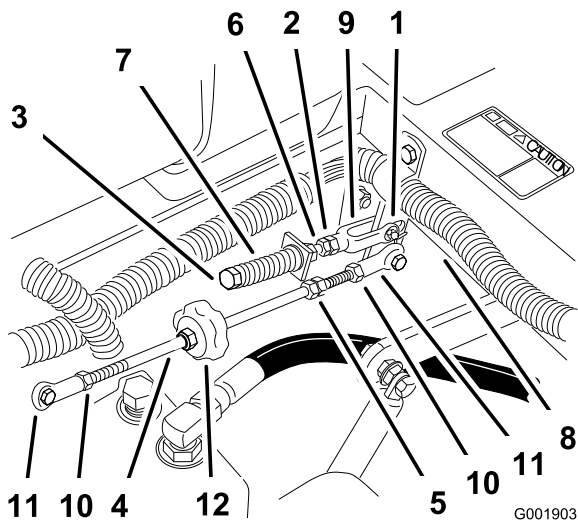

Figura 73
8. Si es necesario un ajuste, afloje la tuerca y la contratuerca contra la horquilla (Figura 73).
9. Aplique una ligera presión hacia atrás en la palanca de control de movimiento, gire la cabeza del perno de ajuste en el sentido apropiado hasta que la palanca de control esté centrada en posición de bloqueo/punto muerto (Figura 73).
10. Apriete la tuerca y la contratuerca (Figura 73).